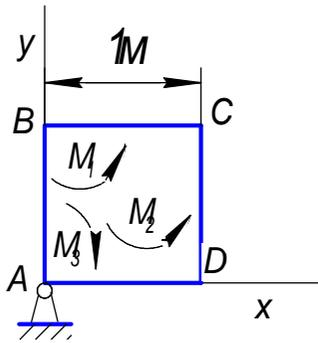

Рис.1.19
1.22. В плоскости квадрата ABCD действуют три пары сил с моментами  $M_1 = 2\text{ Нм}$ ,  $M_2 = 4\text{ Нм}$ ,  $M_3 = -3\text{ Нм}$ . Определить проекцию  $F_y$  силы  $F$ , направленной вдоль стороны CD, если квадрат не вращается вокруг опоры A (рис.1.19)